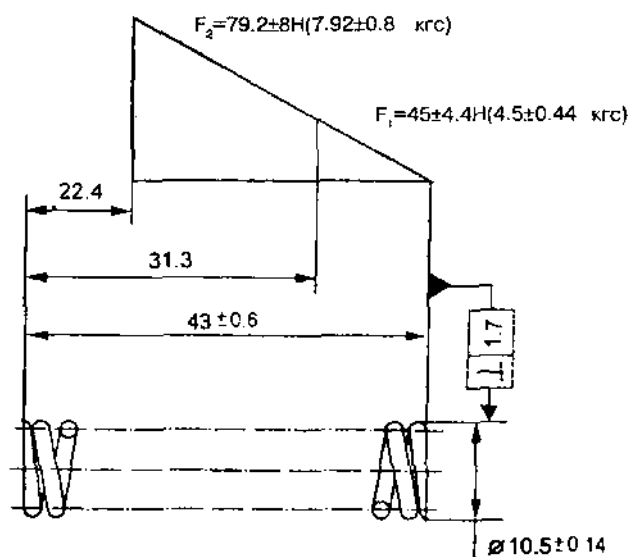

Рис. 2.33. Пружина редукционного клапана масляного насоса.
4. Проверить пружину редукционного клапана на отсутствие натиров на нитках и поупругости. При уменьшении нижнего предела нагрузки на 5 % пружину заменить (рис. 2.33).